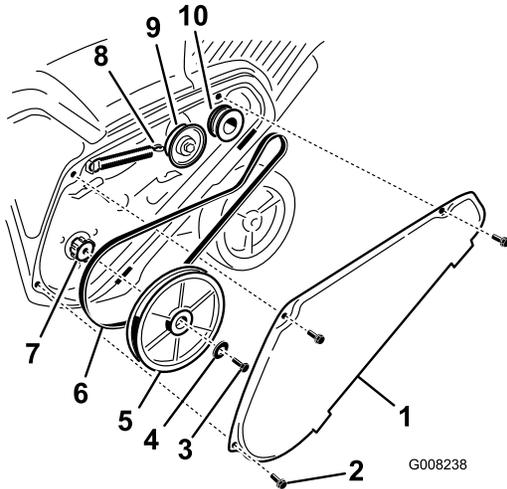

Figure 34
1. Enlevez le couvercle de la courroie d'entraînement après avoir retiré les 3 boulons comme montré à la Figure 34.
2. Débranchez le ressort de frein du bras de la poulie de tension pour détendre la courroie (Figure 34).
3. Enlevez la vis et la rondelle bombée qui retiennent la poulie de rotor (Figure 34).
4. Retirez la poulie de rotor et la courroie d'entraînement (Figure 34).
**Remarque:** Acheminez la courroie neuve autour de la poulie du moteur, puis de la poulie de tension, et enfin autour de la poulie de rotor desserrée, située juste au-dessus de l'arbre de rotor (Figure 34).
6. Montez la poulie de rotor sur l'arbre de rotor (Figure 34).
7. Montez la rondelle bombée et le boulon de fixation de la poulie de rotor, et serrez-les solidement (Figure 34).